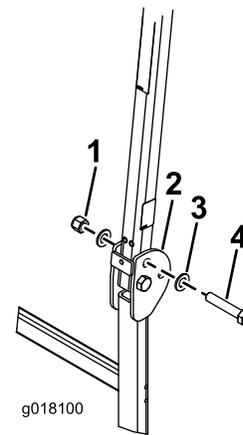

図 15
2. 図 15に示すように、ワッシャ13/16 x 1 1/2"を各ボルト3/4 x 4"に組み付ける。